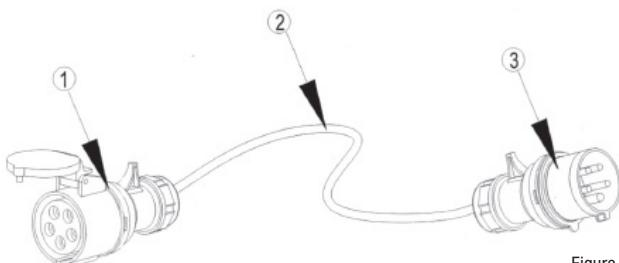

Figure 1
- L'utilisateur doit utiliser le coupleur de puissance acheté comme indiqué sur la "figure 1". Le coupleur doit s'adapter à l'appareil et prolonger la mise à la terre. L'accouplement doivent être approuvés par le NEN.